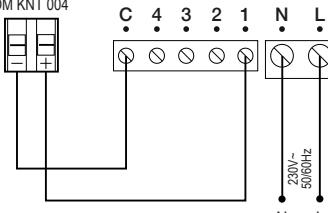

Fig. 4
- Fig. 4: conexión a detector de movimiento DINUY "DM KNT 004".
- Pulse la tecla de Programación (A). El LED verde se encenderá.